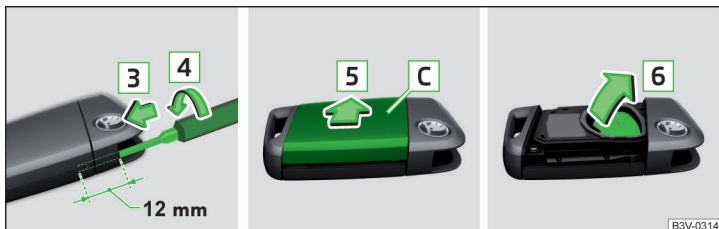

Fig. 243 Înlocuirea bateriei
- Introduceți o șurubelniță dreaptă îngustă (3 mm lățime) aproximativ 12 mm în deschiderea rezultată, în sensul săgeții **3** » fig. 243.